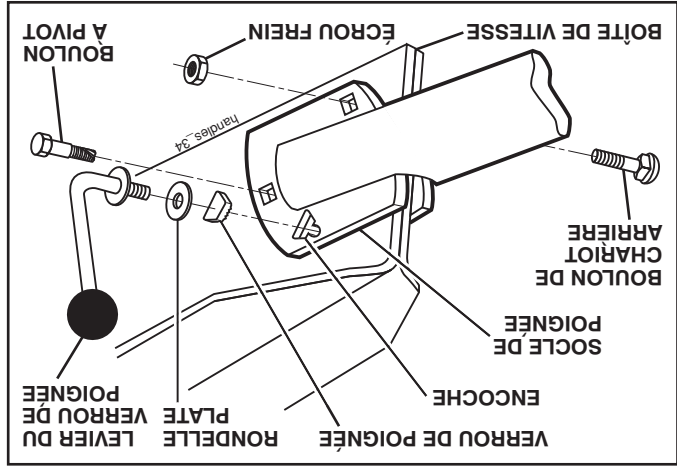

Fig. 5
- Pivotez vers en bas l'ensemble de la poignée. Insérez premièrement le boulon de chariot arrière, avec la tête du boulon sur le côté gauche de la motobineuse et montez lâchement l'écrou frein (voir la fig. 5).